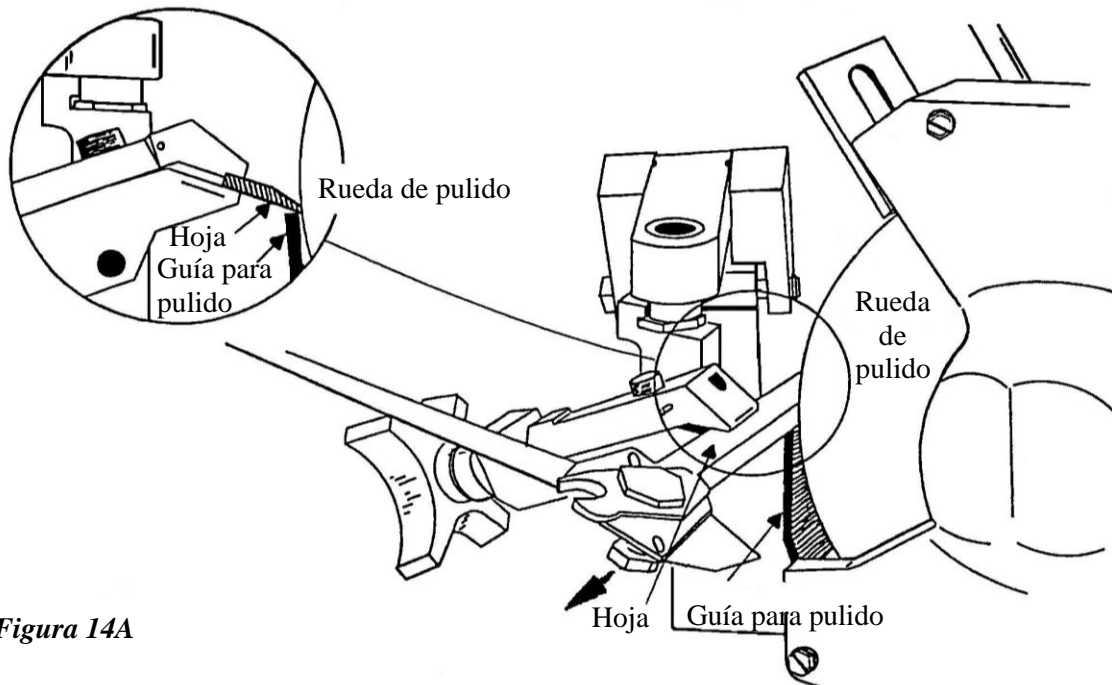

Figura 14A
#### 8.4.7 Pulido de la hoja (continuación) (Vea la Figura 14A)
Paso 3: extienda la hoja contra la guía para pulido. Apoye la hoja contra la rueda de pulido, y deslícela a través de la rueda, desde el pivote hasta la punta, como muestra la flecha de la Figura 14A.